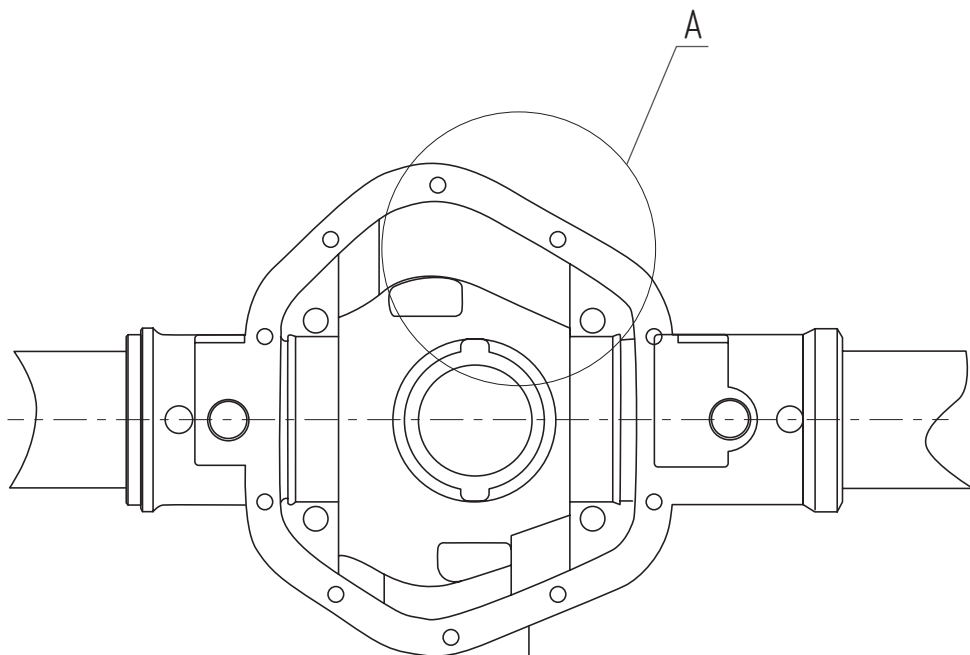
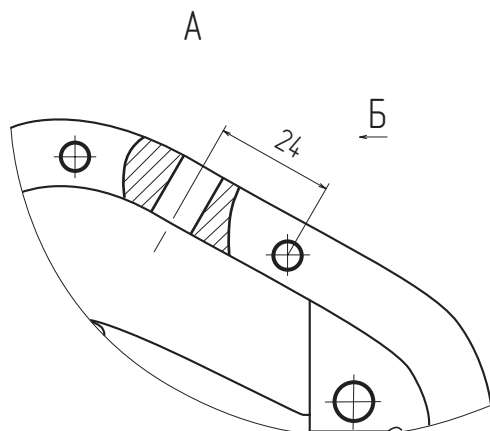
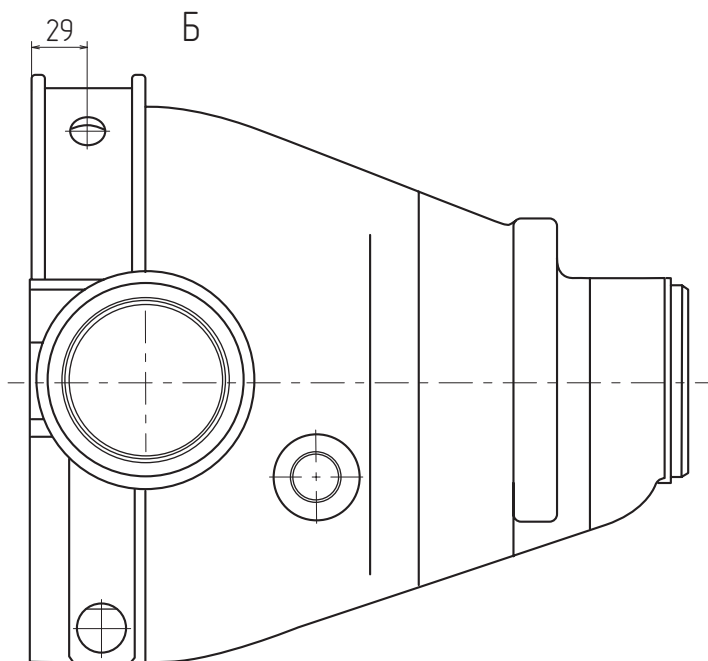

Рис. 2
Рис. 3
Рис. 4
1. Просверлите сквозное отверстие диаметром 13 мм в картере моста (**Рис. 2**). Определите место сверления отверстия $\varnothing 13$ мм (**Рис. 3** и **Рис. 4**).